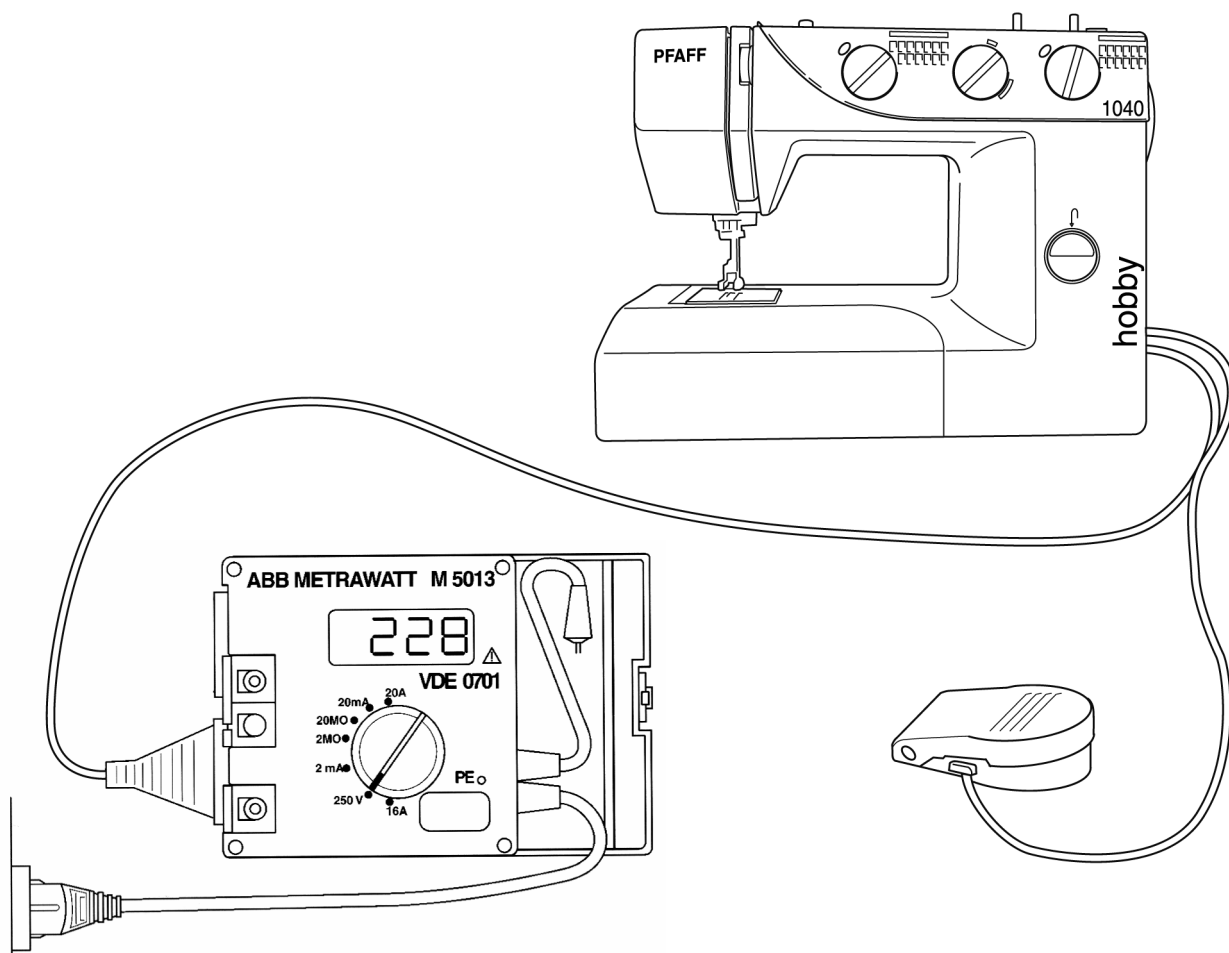

Рис. 47
- Переключатель диапазонов измерения устанавливают на “250 V” (рис. 47).